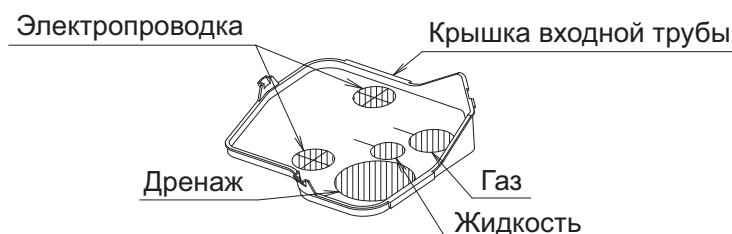

Рис. 19
- В случае поднимающегося вверх трубопровода, снимите крышку трубопровода в защитной оболочке, сделайте отверстия для сквозного трубопровода, отрезав крышку таким режущим приспособлением, как ножницы. После пропускания трубопровода через крышку, установите крышку на внутренний блок. **(См. рис. 19)**